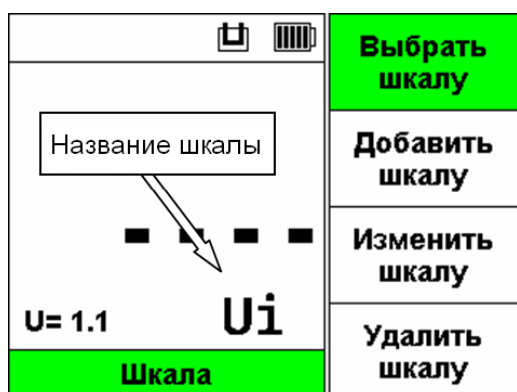

Рис. 3-1. Название шкалы.
□. Если символ не появился, значит преобразователь неисправен (рис. 3-1).
Шаг 3. Выберите шкалу, по которой будем измерять, нажимая кнопки – или +. При смене шкалы на дисплее будет меняться ее название, (рис. 3-1). В списке выбираемых шкал всегда присутствуют 5 базовых шкал: I, Ir, U, Ui, Um, даже если нет преобразователя. Если преобразователь подключен и в его памяти есть пользовательские шкалы, то они идут в списке после Um.